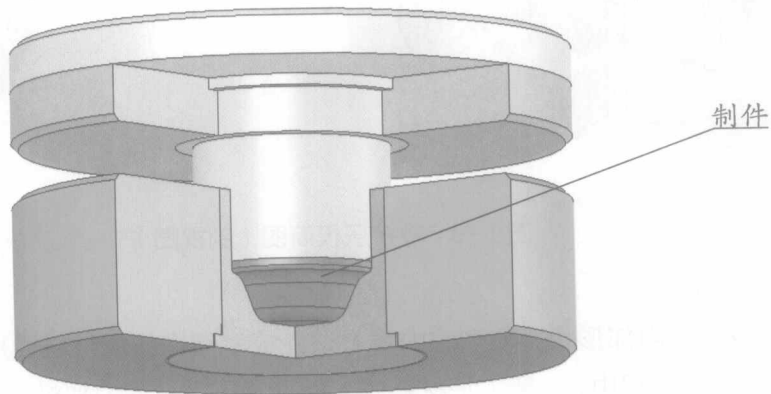

图1-11 压缩模的结构形式(剖视图)
② **压缩模** 将塑料放入模具的型腔中,在液压机上加热、加压,使软化的塑料充满型腔,并保持一定的温度、压力和时间,冷却后塑料即硬化成制件。图1-11所示为压缩模的结构形式。